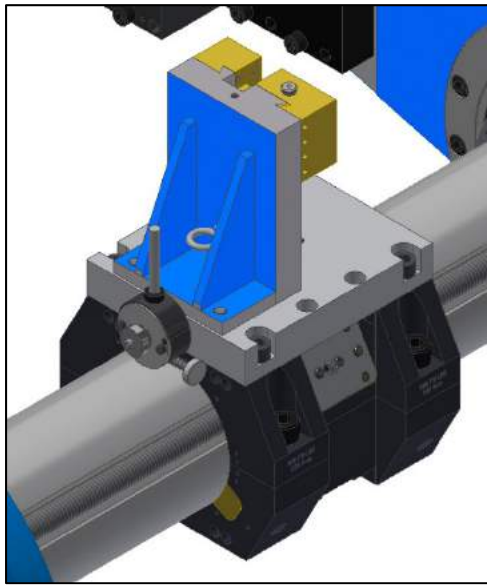

Figura 22. Cabezal de revestimiento montado directamente en el portaherramientas
- a) Si no se usan espaciadores (consulte la Figura 22), use la manivela recta y la perilla de enganche de alimentación para hacer ajustes manuales y